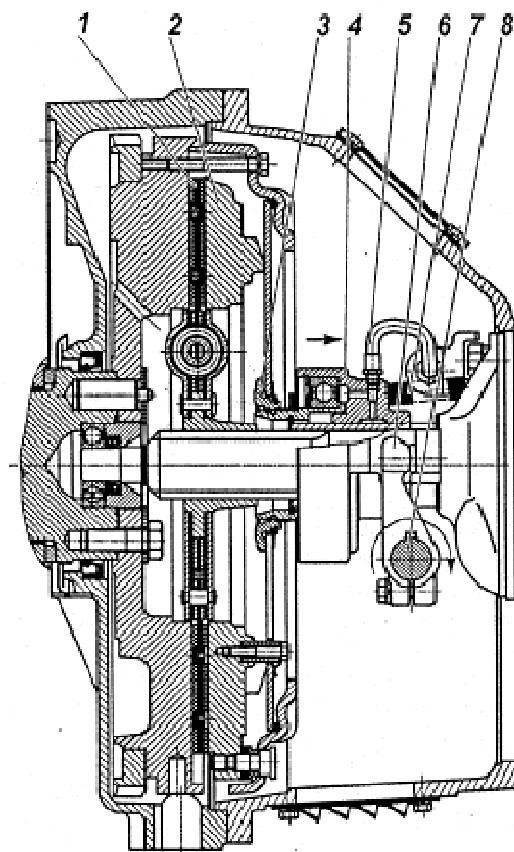
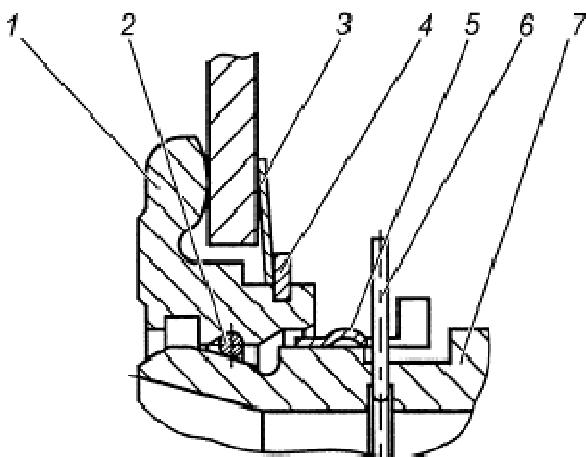

Рис. 99. Сцепление:
Рис. 101. Запорное устройство:
Диафрагменное сцепление (рис. 99) состоит из ведущих и ведомых частей, а также деталей механизма выключения сцепления, устанавливаемых в картер сцепления.
Механизм выключения сцепления состоит из муфты 4 (рис. 99) с подшипником, вилки 6 и валика 8. Муфта соединена через упорное кольцо 3 с диафрагменной пружиной с помощью запорного устройства.
Оттяжная пружина 7 (рис. 99) исключает проворот и осевые перемещения втулки 7 относительно упорного кольца 1 (рис. 101). По мере износа фрикционных накладок муфта выключения сцепления 4 перемещается вместе с пружиной в сторону маховика, при этом конструкция привода выключения сцепления автомобиля или другого транспортного средства обеспечивает поворот вилки 6 (рис. 99) по часовой стрелке после выбора зазора между лапками вилки и муфтой за счет периодической регулировки привода или постепенный поворот за счет конструкции гидропривода.
Конструкция запорного устройства показана на рис. 101. Она включает в себя упорное кольцо 1, втулку подшипника муфты 7 с фасонной канавкой, пружинное кольцо 2 круглого сечения, а также замковое кольцо 5. Упорное кольцо 1 устанавливается на диафрагменную пружину при сборке нажимного диска с кожухом и удерживается за счет пружинной шайбы 3 и стопорного кольца 4. На рисунке муфта заперта (соединена) с упорным кольцом. Внутри втулки подшипника муфты 7 установлено предохранительное кольцо 6, имеющее снаружи выступающий ус, препятствующий случайному рассоединению муфты выключения сцепления и упорного кольца 1.
Выключение сцепления обеспечивается поворотом вала по часовой стрелке. Допустимое направление перемещения муфты и поворота вала для выключения сцепления показано на рис. 99 стрелками. Перемещение муфты и поворот вала в обратном направлении не допустимо.
5. С помощью специальной оправки сцентрировать кольцо 3 (рис. 101) относительно оси коленчатого вала двигателя.
2. Убедиться, что муфта выключения сцепления отведена до упора в крышку подшипника первичного вала коробки передач пружиной 7 рис. 99.
Проверка качества установки сцепления (отсутствие "ведения", контроль величины крутящего момента на валу вилки) осуществляется на неработающем двигателе. Для этого необходимо повернуть вал вилки на угол $9^{\circ}30'...11^{\circ}$ по часовой стрелке, что соответствует перемещению муфты на 11...13 мм от двигателя. При этом выходной вал коробки передач, при включенной передаче, должен вращаться при приложении крутящего момента не более 5 Н·м (0,5 кгс·м). Поворот вала вилки выключения сцепления по часовой стрелке показан на рис. 99.
4. Совместить полукруглый паз на муфте выключения сцепления в передней ее части с выступающим усом предохранительного кольца 6 (рис. 101) и, утопив его каким-либо предметом, удерживать в утопленном положении через центральное отверстие муфты выключения сцепления.